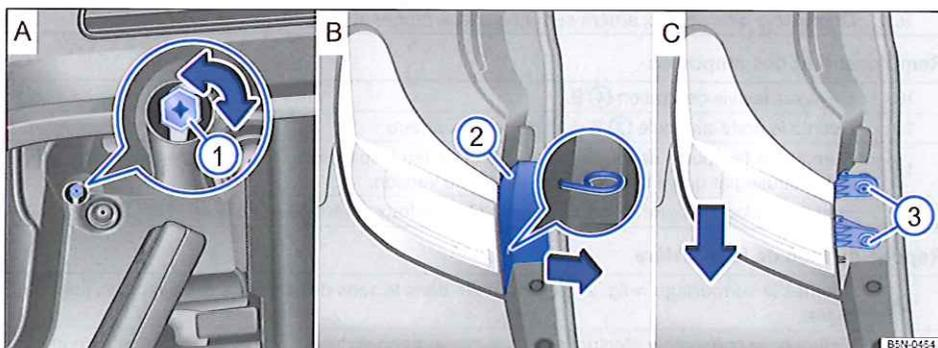
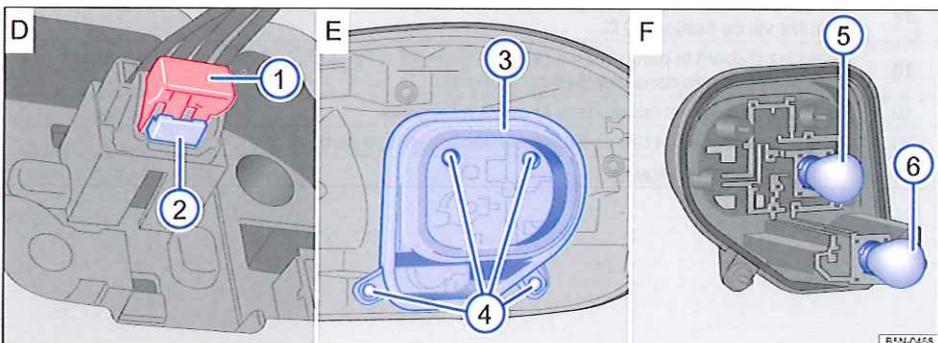

Fig. 239 Sur les côtés du coffre à bagages : déverrouillez le bloc de feu arrière, retirez le revêtement et dévissez les vis de fixation.
Fig. 240 Bloc de feu arrière déposé : déposez le porte-ampoule et remplacez l'ampoule de feu rouge arrière et de feu stop ⑤ ou l'ampoule de clignotant ⑥.
3. Placez l'étrier métallique compris dans l'outillage de bord (⇒ page 396) dans le petit alésage du revêtement ⇒ fig. 239 ② B. Retirez le revêtement dans le sens de la flèche à l'aide de l'étrier métallique.
5. Tournez jusqu'en butée le verrouillage ① A de 90° dans le sens inverse des aiguilles d'une montre à l'aide du tournevis à lame cruciforme compris dans l'outillage de bord.
6. Dévissez les vis de fixation ③ C.
8. Retirez l'étrier de sûreté rouge ⇒ fig. 240 ① D, comme représenté sur la figure, puis débranchez le connecteur électrique lorsque le levier ② D est poussé.
10. Dévissez les vis de fixation ④ E.
11. Retirez le porte-ampoule ③ E du bloc de feux arrière.
12. Remplacez l'ampoule de feu rouge arrière et de feu stop ⑤ F ou l'ampoule de clignotant ⑥ F défectueuse par une ampoule neuve de même version.
13. Mettez en place le porte-ampoule dans le bloc de feux arrière puis vissez-le ⇒ fig. 240 E.
14. Tournez le verrouillage ⇒ fig. 239 ① A de 90° dans le sens des aiguilles d'une montre, jusqu'en butée.
15. Enfoncez le connecteur électrique dans le porte-ampoule jusqu'à ce qu'il s'encliquette de manière audible. Enfoncez l'étrier de sûreté rouge ⇒ fig. 240 ① D.
17. Maintenez d'une main le bloc des feux arrière en position de montage puis serrez de l'autre main les vis de fixation ③ C.
18. Remettez d'abord la partie inférieure du revêtement ⇒ fig. 239 ② B du bloc de feux arrière puis la partie supérieure dans leur position d'origine.